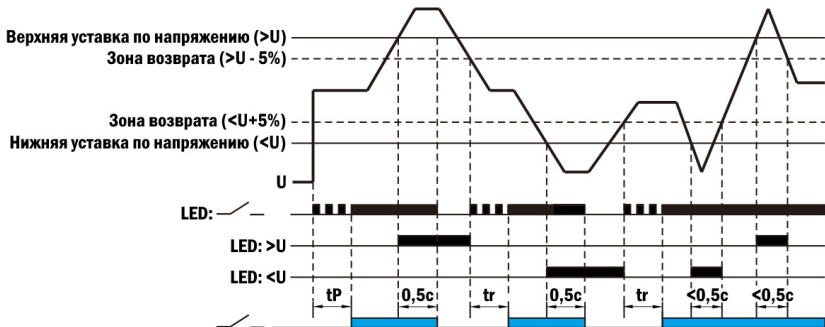

Рис. 4 – Контроль напряжения
1. Контроль напряжения (рис. 4).